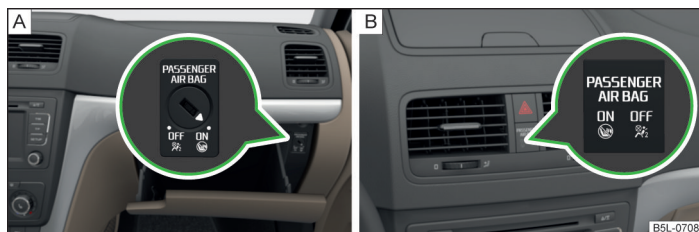

Fig. 148 Conmutador de llave para el airbag lateral del acompañante/Testigo para la conexión/desconexión del airbag delantero del acompañante
- El testigo **OFF**  **[3]** » fig. 148 de la página 187 se enciende tras conectar el encendido.
- Gire con la llave del vehículo cuidadosamente la ranura del conmutador de llave a la posición **OFF** » fig. 148 - **[A]**.
- Compruebe si, tras conectar el encendido, se enciende el testigo **OFF**  en el rótulo **PASSENGER AIR BAG ON OFF** » fig. 148 - **[B]**.
- Gire con la llave cuidadosamente la ranura del conmutador de llave a la posición **ON** » fig. 148 - **[A]**.